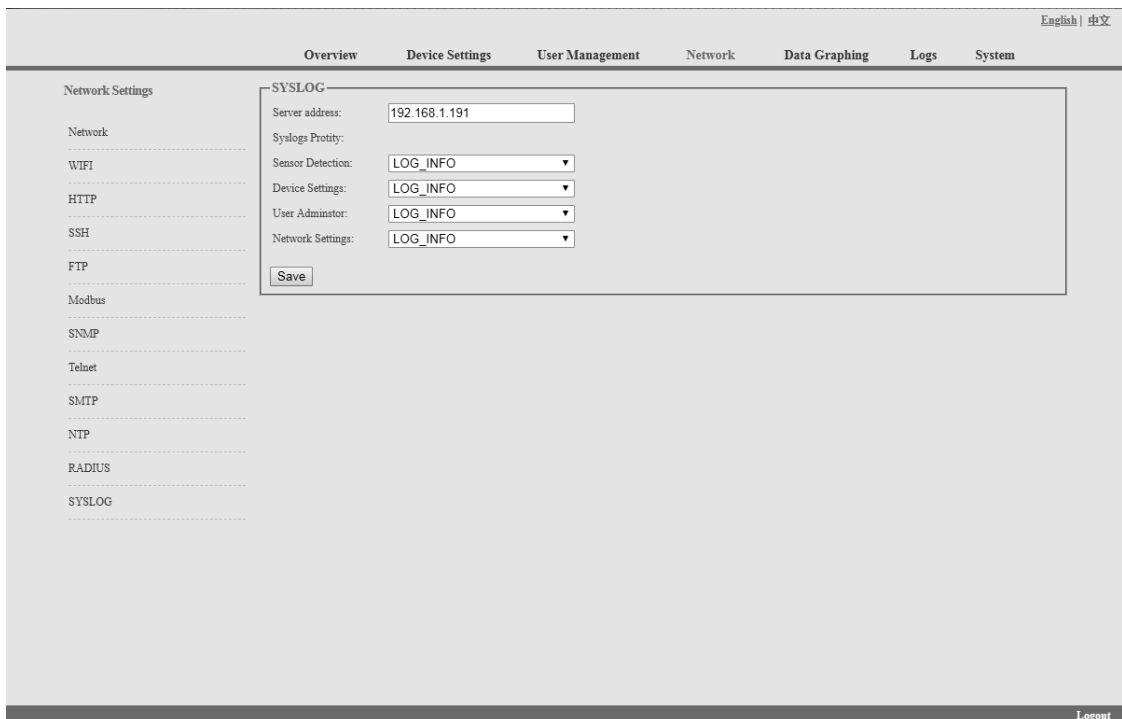

Abbildung 1-16
L. SYSLOG: Geben Sie die IP-Adresse des SYSLOG-Servers ein, wie in Abbildung 1-16 gezeigt